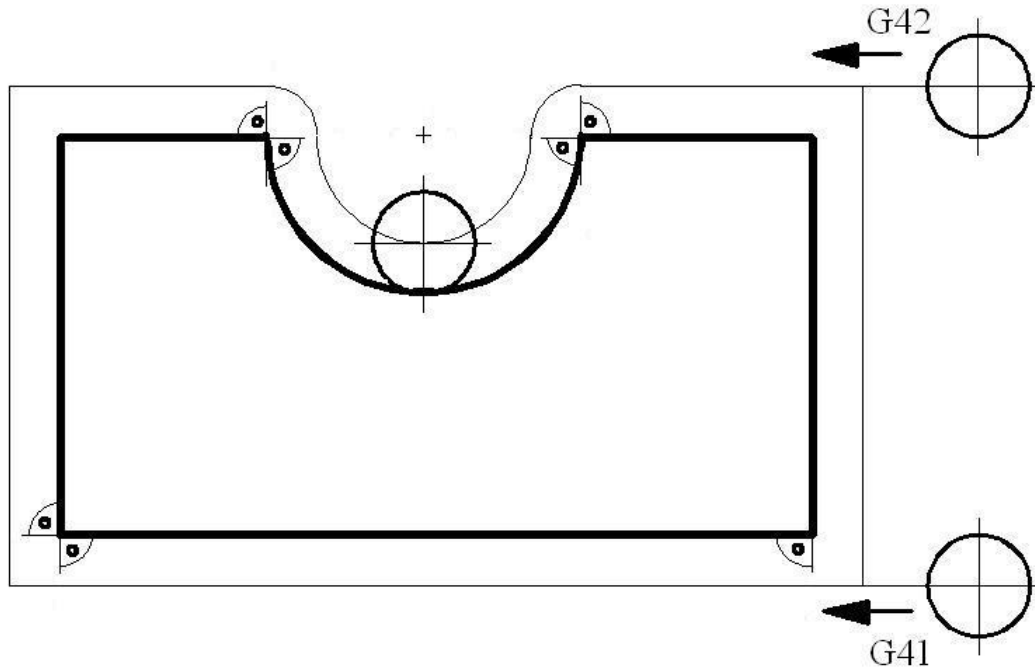

Рис. 21. Схема автоматической коррекции на радиус фрезы
- При работе станка геометрическая ось фрезерного шпинделя перемещается по траектории, задаваемой управляющей программой. Формирование контура детали осуществляется режущими кромками фрезы. При этом траектория перемещения оси шпинделя не совпадает с линией контура детали. Для получения детали заданной формы и размеров ось шпинделя должна перемещаться по **эквидистантной траектории**, удаленной от заданного контура на величину радиуса (рис.21).